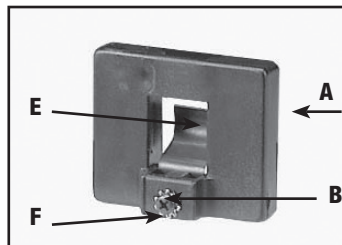
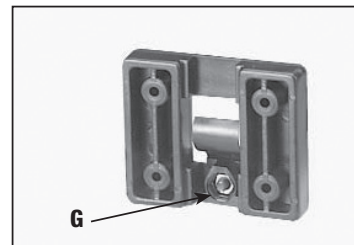

Fig. 19
Fig. 20
1. Ajuste la pinza de resorte (E), Fig. 19, al sujetador de la guía de inglete (A) con un tornillo de cabeza redondeada M4 x 0,7 x 10 mm (F), una arandela de bloqueo de diente externo de 4,75 mm [3/16"] (B) y una tuerca hexagonal M4 x 0,7.
**NOTA:** La tuerca hexagonal (G), Fig. 20, encajará en la cavidad en la parte posterior del sujetador de la guía de inglete (A), Fig. 19, para mantener la pinza de resorte (E) fija al sujetador de la guía de inglete.